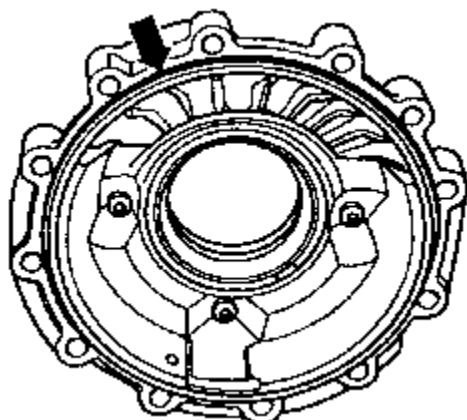

图 8-119 更换 O 形密封圈
(5) 如图 8-119 所示，更换 O 形密封圈（箭头）。
(1) 更换 O 形密封圈（箭头），如图 8-119 所示。